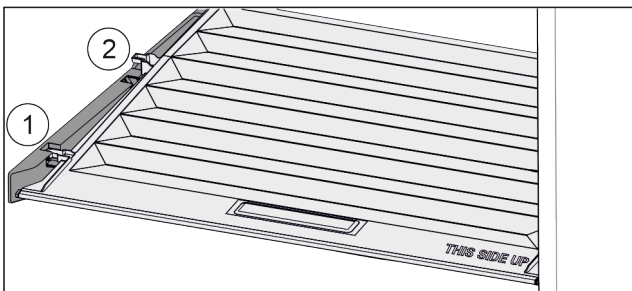

Fig. 91
- ▶ Издърпайте напред Fig. 91 (1) капака до отвора в задържащите части.
- ▶ Повдигнете го отзад отдолу и отстранете Fig. 91 (2) нагоре.